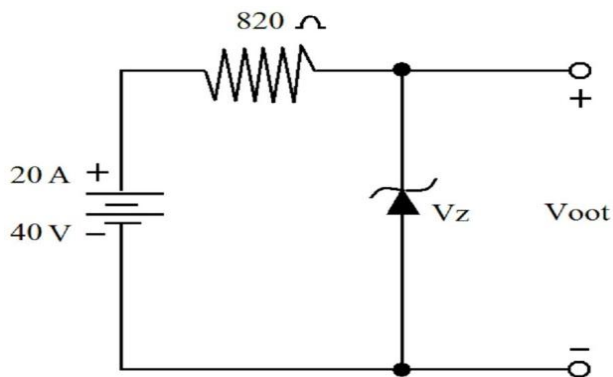

Figura 3-11
- *Ejemplo 3-1:* Suponga que el diodo zener de la figura 3-11 tiene una tensión de ruptura de 10 v, ¿cuál es la corriente zener máxima y mínima?